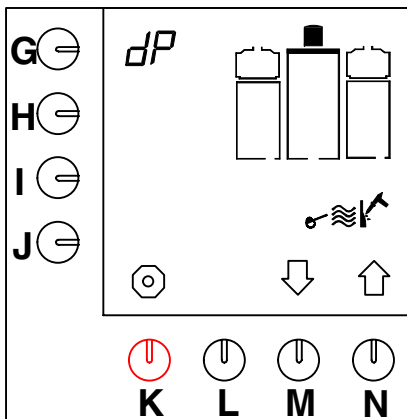

Abb. 18 Starten des Entkalkungsprogramms für das Kaffeebrühsystem
- Jetzt erscheint das Entkalkungsprogramm im Display (Abb.18 ).
- Drücken Sie so lange auf die Programmier taste (G.) bis Abb.18 wieder im Display erscheint.